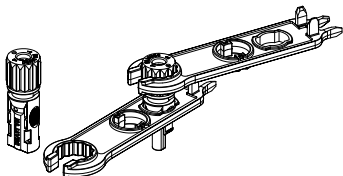

图3.5带盖形螺母的连接器
c) 将接触引脚插入连接器顶部，并将连接器顶部的盖形螺母完全拧紧，如图3.5所示。